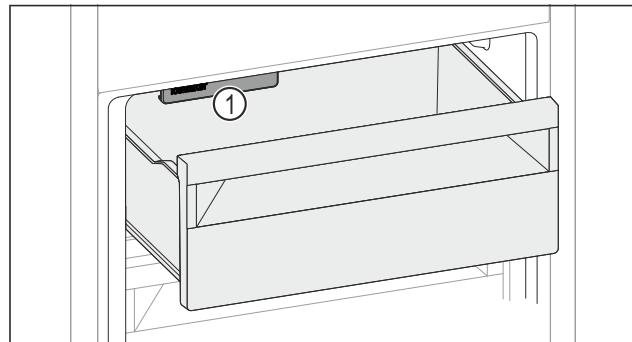

Fig. 133
- Слідкувати за функцією IceMaker Fig. 133 (1).